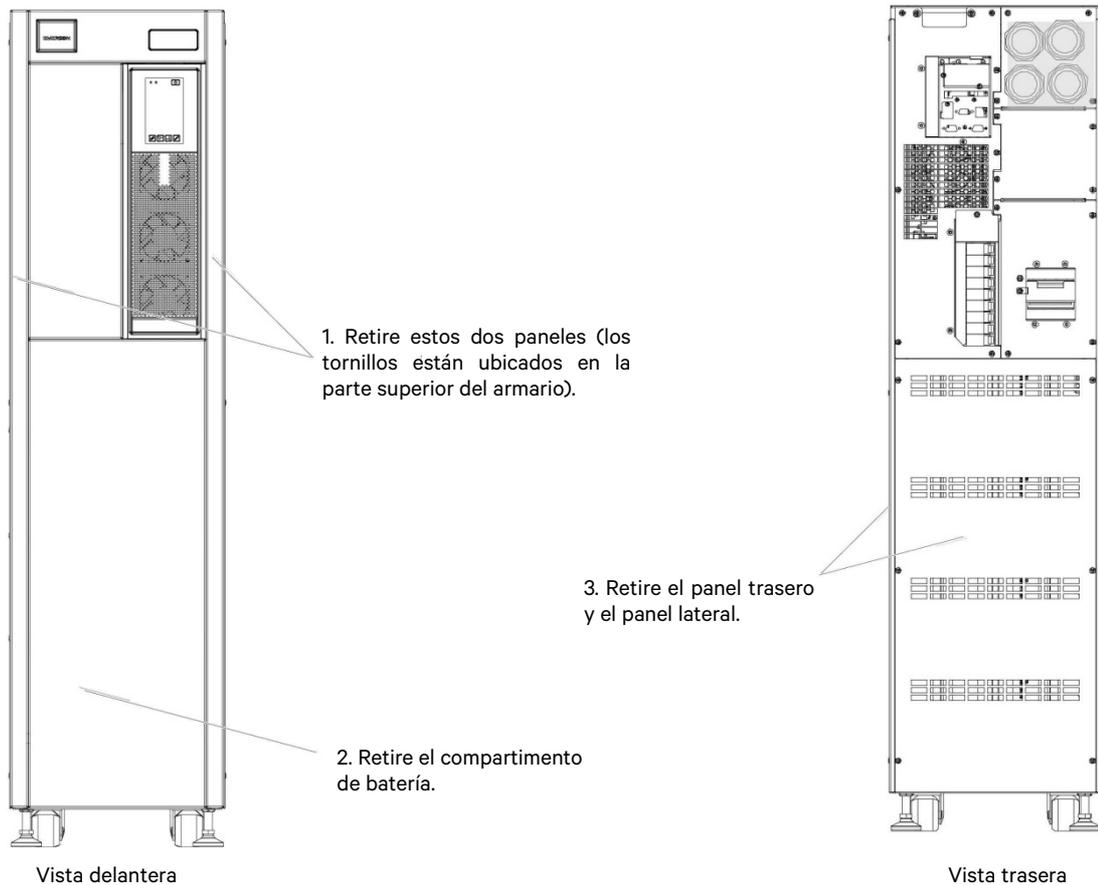

Figura 8-1 Retirada de las cubiertas correspondientes
- a) Retire los paneles correspondientes, como se muestra en la Figura 8-1. No se deshaga de los tornillos.